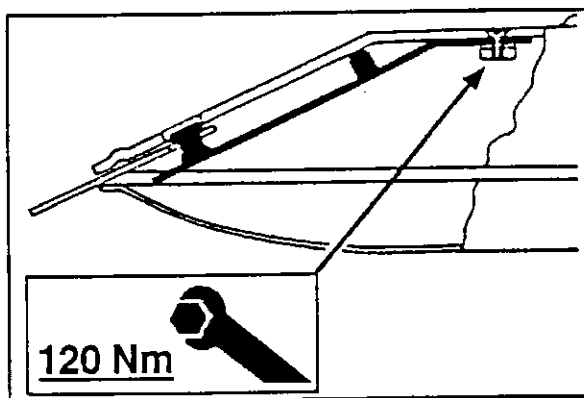

Fig. 4-38
- Sujetar el muelle de hoja nuevo con un par de apriete de 120 Nm (Fig. 4-38).